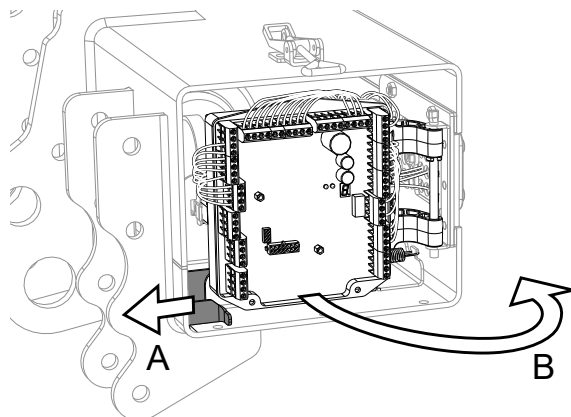

Abbildung 72. Freigabestellvorrichtung der Steuerplatine
2. Die Freigabestellvorrichtung (A) nach links führen und dann die Steuerplatine (B) nach außen biegen, siehe Abbildung 72.